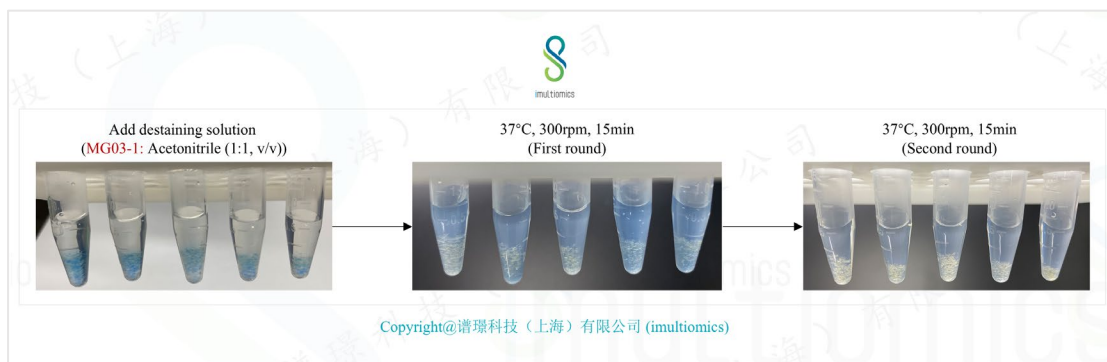

图 2. 考马斯亮蓝染色胶粒脱色流程
2. 如图 2 所示，向每管“切碎”的胶粒中 (Gel pieces) 加入 500~800μl 的脱色液 (>3 倍胶粒体积，过量更能促进脱色)，漩涡混合后，置于恒温混匀仪 (如 Miulab, #MTC-100) 上，37°C，300rpm，孵育 15 分钟。掌上离心机快速离心，弃去上清。重复脱色步骤 1 次。最终完全脱去考马斯亮蓝染料，胶粒呈现淡黄色/白色。
3. *Tips: (1) 如染色很深，可增加脱色次数。(2) 如增加脱色次数，胶粒仍不能完全脱色，则继续后续实验步骤即可。